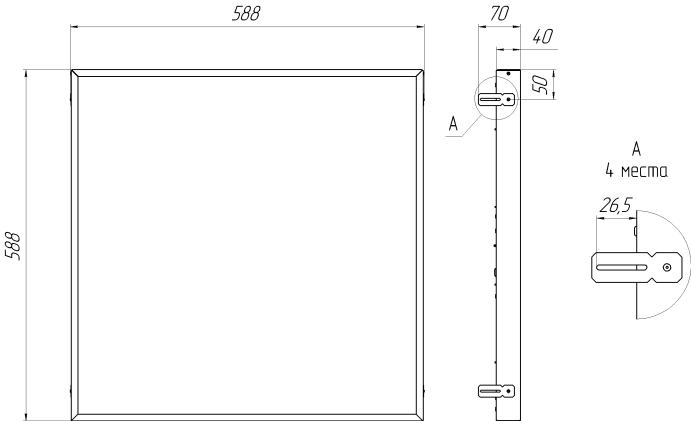

Рисунок 1. Габаритный чертеж Econex Office Gr 588x588 G2 EM
5.1.2. Для установки светильника необходимо повернуть торцевую панель и аккуратно снять рассеиватель. Надежно закрепить на ровной поверхности корпус светильника при помощи комплекта креплений, габариты для монтажа см. рисунок 1.